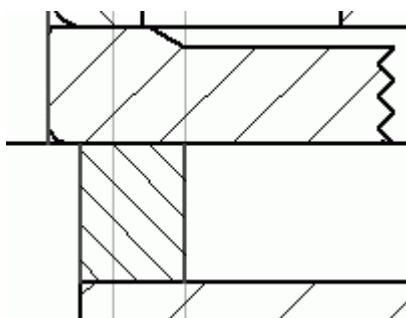

Рис. 2.98. Распорное кольцо для осевой фиксации зубчатого колеса
3. Создайте отрезок, обозначающий буртик на валу, в который упирается колесо при запрессовке на вал. Для этого постройте вспомогательную прямую, параллельную оси вала и смещенную вправо от нее на величину $d_{25}/2$ (то есть 45 мм). Начало отрезка разместите на внутренней поверхности стенки редуктора, а конец – на боковой поверхности колеса. С другой стороны зубчатое колесо фиксируется на валу специальным распорным кольцом, размещаемым между колесом и маслоудерживающим кольцом. Распорное кольцо имеет произвольные размеры. Примем его толщину равной 8 мм. Не забудьте сразу заштриховать его, выбрав как можно более мелкий шаг штриховки и установив угол равным -45° (рис. 2.98).